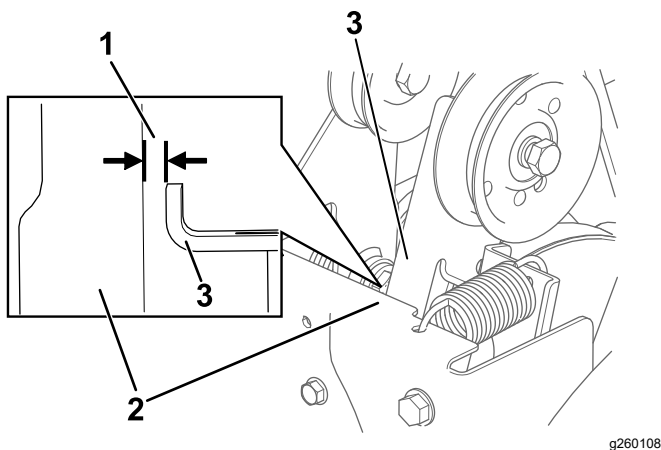

Bild 28
3. Kuppeln Sie den Räumwerk- bzw. Antriebsradhebel aus und stellen Sie sicher, dass der Abstand zwischen dem Schneckenkupplungsarm und dem Rahmen der Maschine 1,5 mm beträgt, wie in Bild 28 dargestellt.